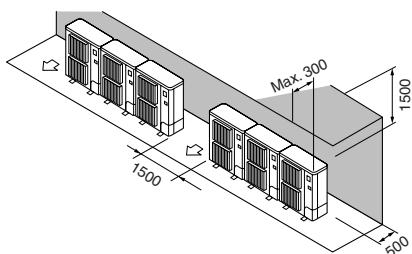

Fig. 3-12
- ② Enbart hinder på baksidan och ovansidan (Fig. 3-12)